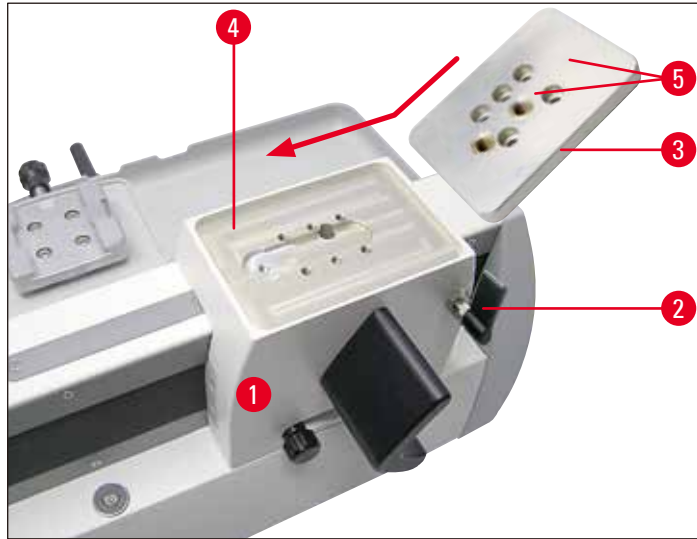

图 9
- 如 (→ 图 9) 所示，将中间板放在安装台上。确保两个指示标记 (→ 图 9-5) 分别位于顶部和指向后方。